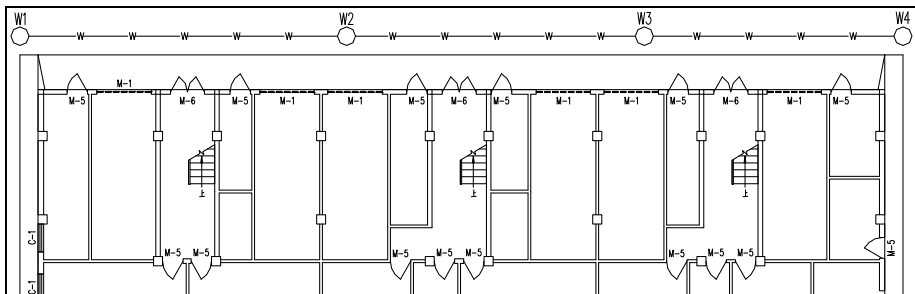

图 7-15 打开污井流量素材
**01** 按 Ctrl+O 组合键，打开配套光盘提供的“第 7 章/7.2.1 污井流量.dwg”素材文件，结果如图 7-15 所示。